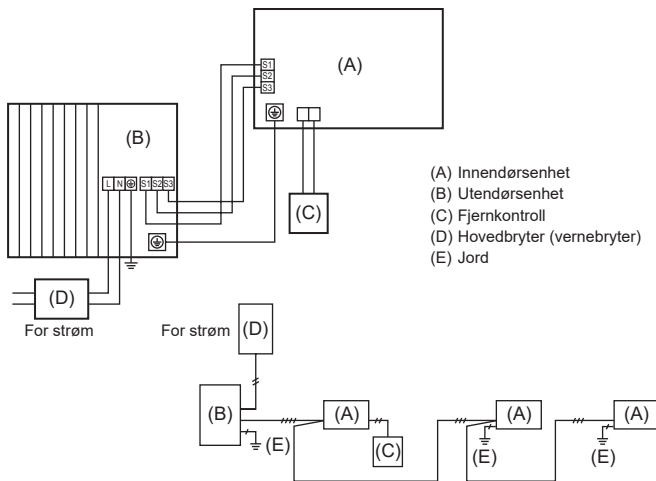
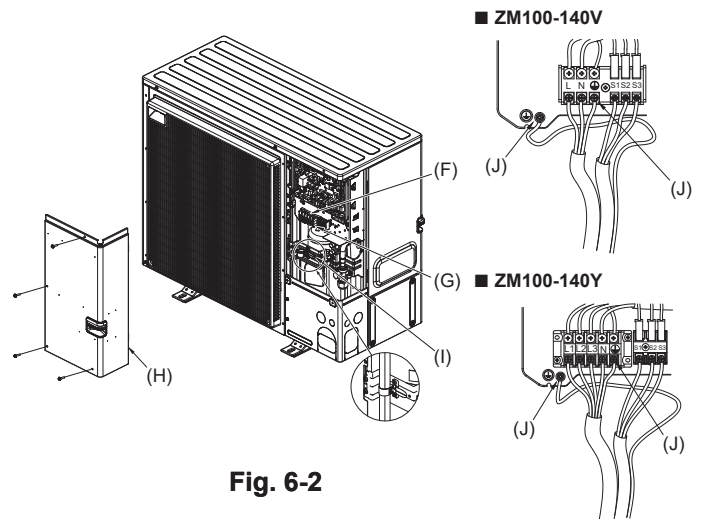

Fig. 6-1
Fig. 6-2
### 6.1. Utendørsenhet (Fig. 6-1, Fig. 6-2)
(1) Fjern servicepanelet.
(2) Kople til kablene med henvisning til Fig. 6-1 og Fig. 6-2.